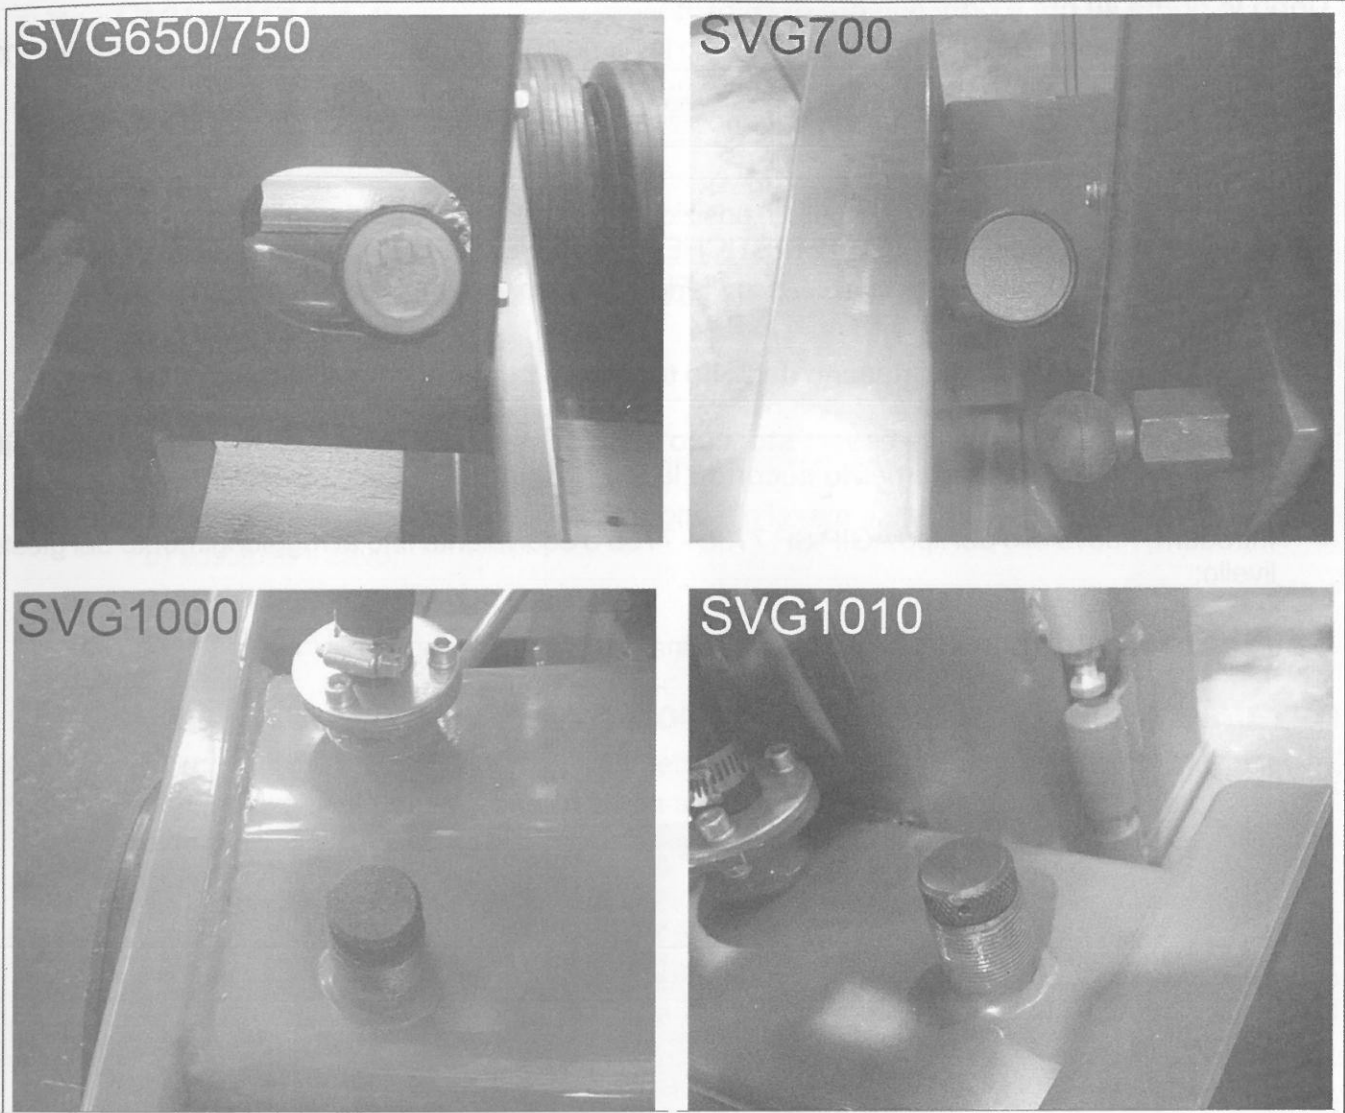

Fig. 12
- ▶  Il serbatoio dell'olio idraulico è chiuso ermeticamente e non necessita di nessun controllo di livello; in caso di perdite, dopo aver sostituito il componente danneggiato, dopo aver tolto il tappo 1 Fig. 12, introdurre nuovo olio del tipo AGIP SP 7735 - 7736 o equivalente fino al raggiungimento del giusto livello:
- ▶ **SVG650/700/750/1000/1010** - a sfiorare l'astina posta sotto il tappo (Fig. 12).
Per facilitare la fuoriuscita dell'olio togliere il tappo di carico (1 oppure 2 Fig. 12).